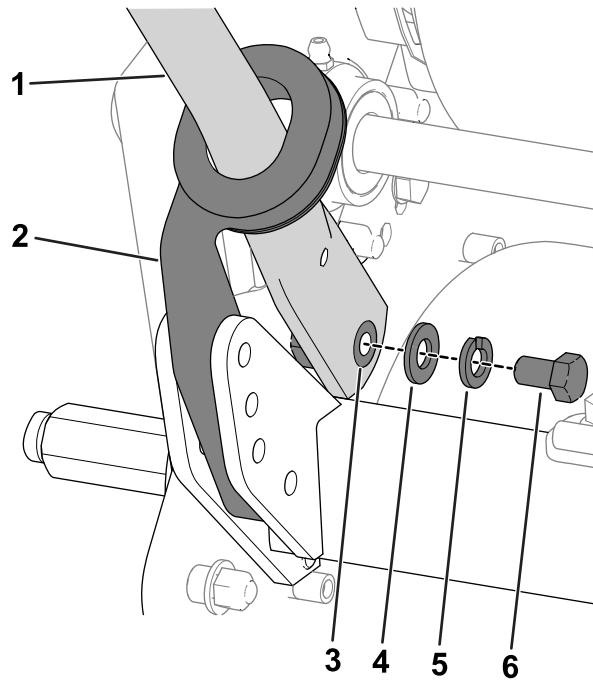

Bild 4
- Drücken Sie die Holmenden nach innen und bauen Sie sie in die Befestigungsstifte ein (Bild 4).
- Befestigen Sie den Griff mit den vorher entfernten Schrauben (3/8"), Scheiben und Sicherungsscheiben an den Befestigungsstiften (Bild 4).